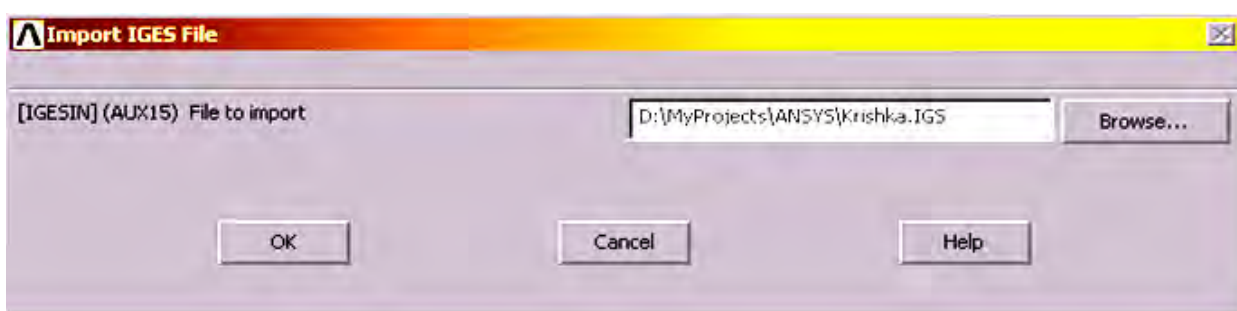

Рисунок 21 – Окно задания файла импорта
5. В появившемся диалоге укажите импортируемый файл, воспользовавшись кнопкой **[Browse...]** (рисунок 21). В нашем примере это файл, полученный экспортом из T-FLEX CAD.